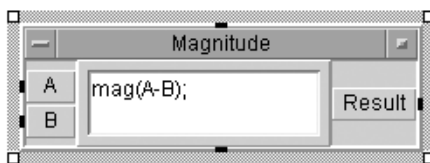

Рис. 8.3
2.3. Теперь необходимо создать объект формулы, который будет вычислять модуль разности текущей температуры и температуры последнего измерения. Для этого следует воспользоваться функцией $\text{mag}(x)$, выдающей в качестве результата реальную часть числа «x», то есть являющейся модулем для действительных чисел. То есть создать объект «Formula» из главного меню (Device→Formula), присвоив ей имя «Magnitude», и создать в ней еще один входной терминал «B». Внутри написать « $\text{mag}(A-B)$ », как показано на рис. 8.3.